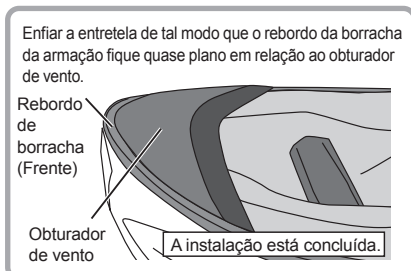

Fig. 4
4. Enfiar a entretela de tal modo que o rebordo da borracha da armação fique quase plano em relação ao obturador de vento para completar a fixação (Fig. 4).